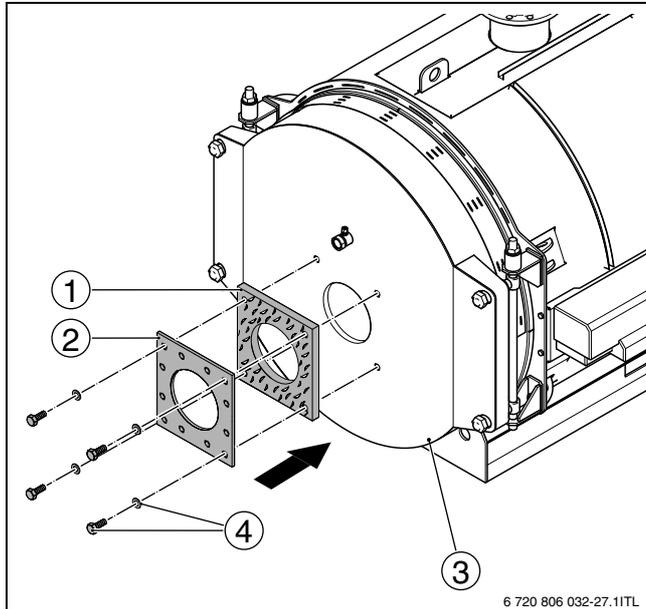

Рис. 18 Монтаж пластины под горелку
- ▶ Наденьте уплотнение на штуцер горелки (→ рис. 18, [1]).